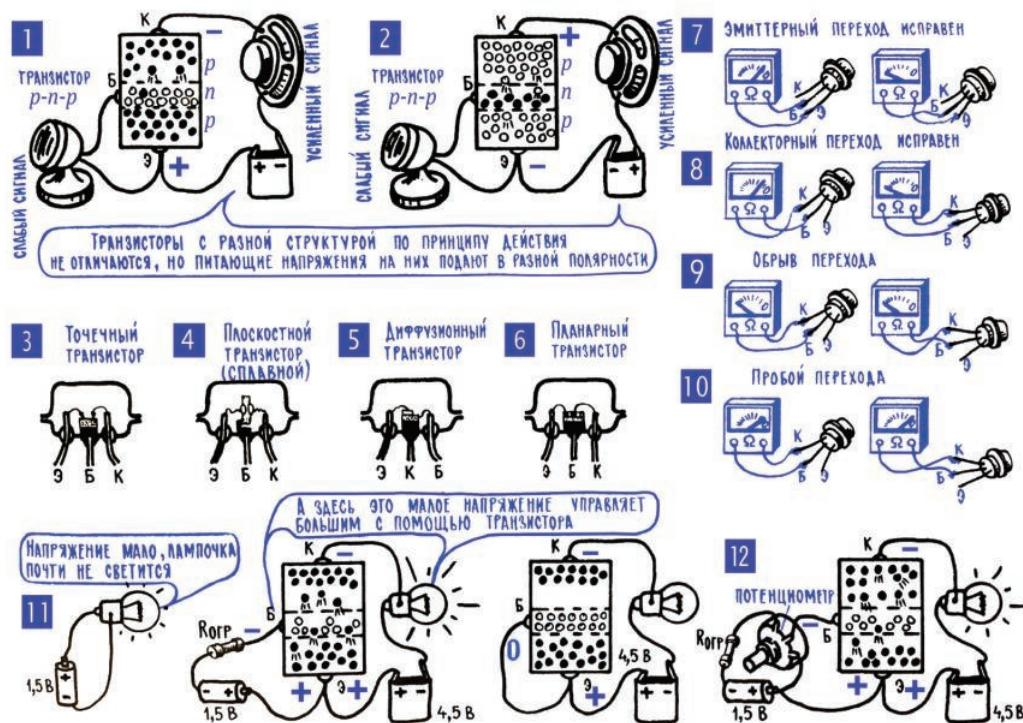
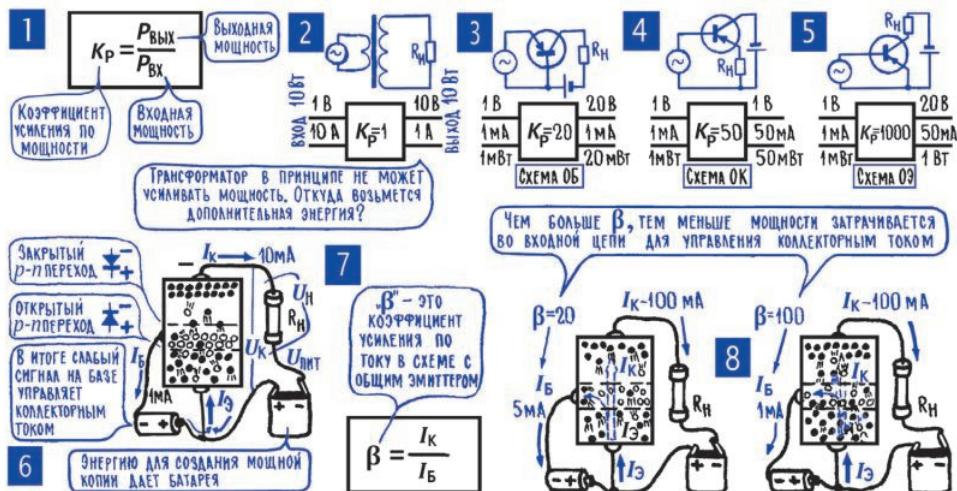

Рис. 9.8. Транзисторы
Рис. 10.1. Свойства транзистора
Можно сказать, что транзистор представляет собой два полупроводниковых диода с одной общей проводящей зоной (рис. 9.8). В зависимости от типа проводимости этой общей зоны могут быть и два типа транзисторов, с двумя разными последовательностями проводящих зон: *p-n-p* и *n-p-n* (рис. 9.8; 1, 2). Такие транзисторы с разной структурой, или, как их принято называть, транзисторы разной проводимости, не отличаются по принципу действия, по своим основным характеристикам и возможностям. Однако технология производства *p-n-p*-транзисторов в какое-то время была проще, удобнее, и тогда они стали основным типом полупроводниковых усилительных приборов. С того времени транзисторы со структурой *p-n-p* иногда называют транзисторами прямой проводимости, а со структурой *n-p-n*-транзисторами обратной проводимости.
**16. Три зоны транзистора – эмиттер, коллектор и база; усиливаемый сигнал подводят к эмиттерному  $p$ - $n$ -переходу, усиленный получают в коллекторной цепи.** Средняя зона транзистора называется базой, сокращенное обозначение – «Б». Это название идет с давних времен, если, конечно, здесь применимо само это слово «давний» – транзистор изобретен в 1947 году. Тогда существовали только точечные транзисторы, у которых средняя зона была конструктивным основанием, базой прибора (рис. 9.8; 3). Сейчас ни точечных, ни плоскостных (рис. 9.8; 4) транзисторов уже не делают, их полностью вытеснили более технологичные и совершенные сначала диффузионные, а затем и планарные4 приборы (рис. 9.8; 6), однако названия рабочих зон, в том числе и название «база», остались без изменений.
На рис. 9.8; 1, 2 в самом общем виде показана схема включения транзистора в усилитель электрических сигналов. Транзистор позволяет практически осуществить систему усиления электрических сигналов, в которой
В опыте с подключением лампочки непосредственно к батарейке 1,5 В (рис. 9.8; 11) красный светодиод может в принципе тускло светиться (в зависимости от того, насколько батарейка новая), поэтому лучше выбирать других цветов – они гарантированно при таком напряжении светиться не будут. В эксперименте на рис. 9.8; 12 для современных транзисторов с большим коэффициентом передачи тока ( $\beta$ , см. гл. 10; 3, рис. 10.1; 7) переменного резистора с максимальным сопротивлением 1 кОм может не хватить – лампочка (светодиод) будет светиться одинаково при любом положении потенциометра. Лучше взять заведомо большее переменное сопротивление: 20–30 кОм и более (в зависимости от транзистора). Не забывайте про ограничительный резистор  $R_{\text{огр}}$  (100 Ом) – его отсутствие может привести к выгоранию перехода эмиттер–база.
Первая серия опытов (рис. 9.8; 7, 8; в мысленном эксперименте вместо омметра вполне можно включить лампочку и батарейку: чем ярче светится лампочка, тем, значит, больше ток и, следовательно, меньше сопротивление) – предварительная, она лишь подтверждает, что в *p-n-p*-транзисторе есть два *p-n*-перехода и его можно рассматривать как два диода с общей зоной *n*. Транзистор типа *p-n-p* мы выбрали для определенности, но мож-
Вторая серия опытов начинается с того, что лампочку на 3,5 В мы подключаем к источнику с напряжением 1,5 В и убеждаемся, что лампочка не горит. Однако напряжение 1,5 В можно использовать для зажигания лампочки, если управлять этим процессом через транзистор (рис. 9.8; 11). Здесь энергию для свечения лампочки дает коллекторная батарея 4,5 В, а напряжение 1,5 В от элемента лишь подает команду «Светить!» ( $R_{\text{огр}} = 100 \Omega$  ограничивает базовый ток; этот резистор нужен во всех случаях, когда мы от мысленных экспериментов переходим к опытам «в металле» и при этом напряжение на базу подаем от отдельной батареи).
Следующий шаг: плавное изменение управляющего напряжения с помощью переменного резистора (рис. 9.8; 12) – ток в коллекторной цепи (о нем можно судить по яркости свечения лампочки) следует за всеми изменениями входного напряжения. Значит, если подать на вход транзистора, то есть подвести к эмиттерному *p-n*-переходу, реальный электрический сигнал, то в коллекторной цепи появится его мощная копия.
**18. Открытый эмиттерный *p-n*-переход «впрыскивает» заряды в коллекторный *p-n*-переход и тем самым меняет его сопротивление, управляет коллекторным током.** Прежде всего обратите внимание на то, в какой полярности поданы напряжения на эмиттерный и коллекторный *p-n*-переходы в *p-n-p*-транзисторе. Коллекторная батарея подключена «минусом» к коллектору и «плюсом» к базе (в наших схемах «плюс» соединен с базой через эмиттер, но бывают схемы, где они соединяются непосредственно), и поэтому коллекторный переход, по сути дела, представляет собой диод, включенный в обратном направлении, сопротивление его очень велико (см. рис. 10.1; 6 в главе 10).
Итак, мы нашли нужную пару независимых и в то же время «пересекающихся» физических процессов: ток в цепи эмиттер–база и коллекторный ток. Образно говоря, мы нашли «заслонку», которую искали (гл. 9; 4), нашли способ менять сопротивление реостата (коллекторная цепь) с помощью электрического сигнала (напряжение на участке база–эмиттер). Но сможет ли эта пара процессов, сможет ли наш реостат, управляемый электрическим сигналом, давать усиление? Будет ли изменение мощности в коллекторной цепи больше, чем затраты мощности на создание тока в цепи эмиттер–база? Ответ на этот принципиальный вопрос – усилитель или ослабитель? – был получен нами еще «до того», в нескольких простейших экспериментах (рис. 9.8; 11, 12), доказавших: с помощью транзистора можно усиливать электрические сигналы. И, вдохновившись этим приятным «транзистор – да!», попробуем в деталях выяснить, что конкретно делает транзистор в усилителе сигналов, сколько чего получает и отдает.
**1. Мощность усиленного сигнала выделяется в нагрузке.** Чтобы от общих представлений об усилителях, от усилителя в принципе, сделать первый шаг к конкретным усилительным схемам, нужно включить в цепь, где проходит коллекторный ток, нагрузку. Именно нагрузка отбирает у меняющегося коллекторного тока мощность, отбирает мощность у «мощной копии» сигнала, превращает ее в звук, в свет на экране, в какое-либо действие в системе автоматического управления или, наконец, просто в более мощный электрический сигнал, который подвергается дальнейшей обработке. Соответственно, в качестве нагрузки может быть включен громкоговоритель, светодиод, исполнительное устройство электронного автомата. Но для электрических цепей усилителя все они не более чем потребители энергии, такие же, как резисторы. И, интересуясь пока только «электрическими событиями» в транзисторном усилителе, будем считать его нагрузкой обычный резистор  $R_h$  (рис. 10.1; 6). Тем более что очень часто, когда от усилителя требуется просто более мощный электрический сигнал, именно резистор включен в коллекторную цепь.
На рис. 10.1 показано несколько примеров того, что может произойти с мощностью электрического сигнала в некотором условном его преобразователе – он изображен в виде квадрата. Цифры в примерах подобраны так, чтобы без громоздких вычислений можно было уловить суть дела. Первый пример относится к трансформатору и подтверждает, что он не увеличивает мощность сигнала1. Мощность могут повысить разные схемы транзисторных усилителей, но делают они это по-разному. Схема с общей базой (ОБ) повышает мощность, увеличивая напряжение сигнала (об этом принято говорить так: схема дает усиление по напряжению), схема с общим коллектором (ОК) – за счет увеличения тока (усиление по току), а схема с общим эмиттером (ОЭ) – увеличивая и ток и напряжение, причем, как правило, в различное число раз. Нужно, по-видимому, пояснить, что термины «общая база» ОБ, «общий коллектор» ОК и «общий эмиттер» ОЭ отражают особенности включения самого транзистора в схему усилителя. Об этих особенностях речь впереди (см. гл. 12; 8–16), а пока знакомство с транзисторным усилителем продолжим на примере самой распространенной его схемы с общим эмиттером ОЭ, которая, кстати, рассматривалась и во всех предыдущих примерах (рис. 9.8, рис. 10.1; 6).
несколько более глубоко отражающими суть дела: чем больший коллекторный ток  $I_k$  создается сигналом, который создает при этом во входной цепи ток  $I_b$ , тем выше усиление по току. И наконец, третье описание сложившихся взаимоотношений между токами транзистора: отношение  $I_k$  к  $I_b$  называется «коэффициент усиления по току»  $\beta$ , и чем выше этот коэффициент  $\beta$ , тем лучше транзистор усиливает ток (рис. 10.1; 7, 8).